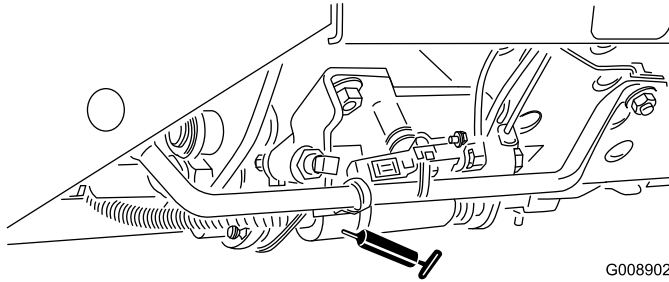

Figura 58
- Slitta di tosatura/trasporto (Figura 58)